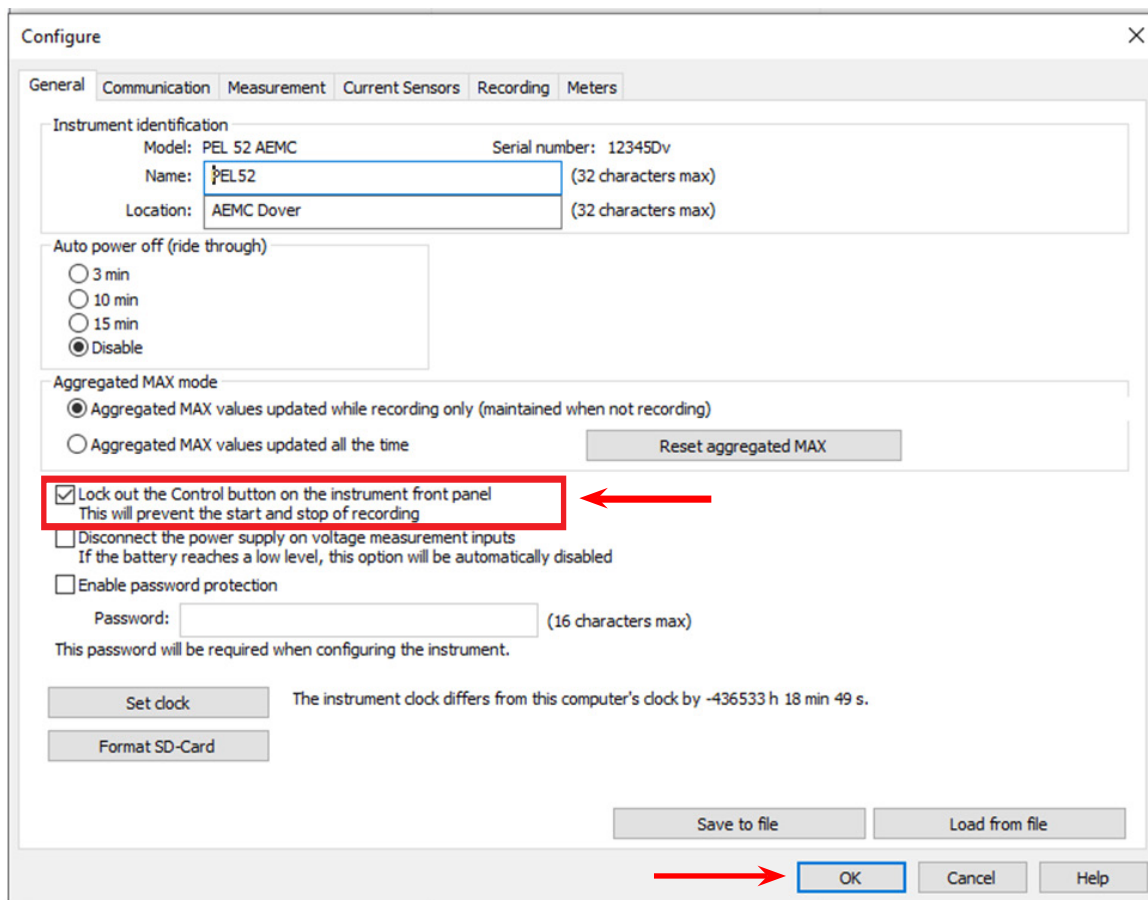

Figura 26-2
7. Anule la selección del **botón Bloquear el control en la opción del panel frontal de instrumentos** (resaltado en rojo Figura 26-2) haciendo clic en la casilla marcada.